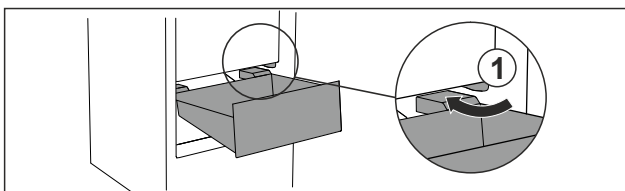

Fig. 87
- ▶ Guider le tiroir en biais en contournant les butées *Fig. 87 (1)*.